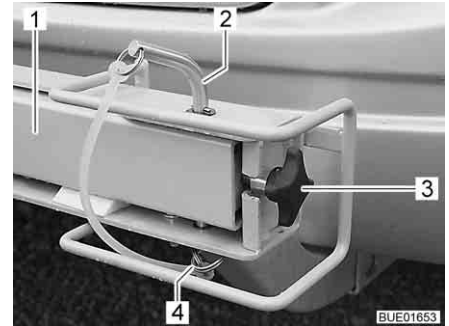

Fig. 2 Verrouillage porte-vélos
- Retirer la goupille ressort (Fig. 2,4).
- Retirer la goupille de sécurité (Fig. 2,2) par le haut.
- Desserrer la vis à poignée étoile (Fig. 2,3), la retirer si nécessaire.
- Maintenir le bras pivotant (Fig. 2,1) et le faire pivoter sur le côté.